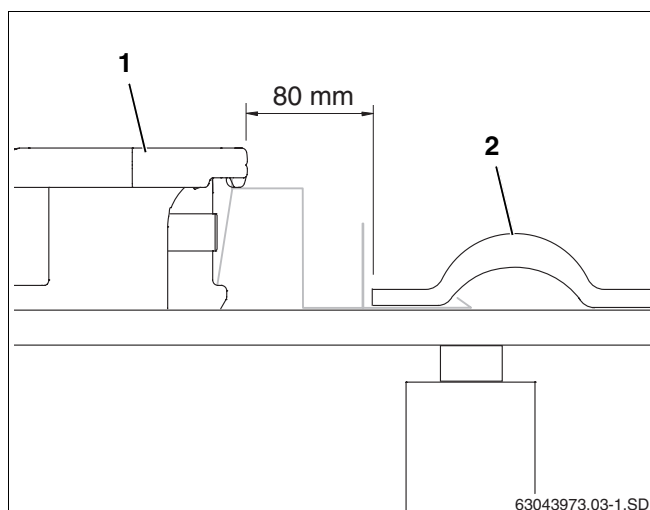

Fig. 22 Colocar o primeiro colector e aparafusá-lo
- ▶ Deslizar o primeiro colector (fig. 22, **item 1**) na protecção contra deslizamento e posicioná-lo a 80 mm da telha externa (se necessário, cortada) (fig. 22, **item 2**).